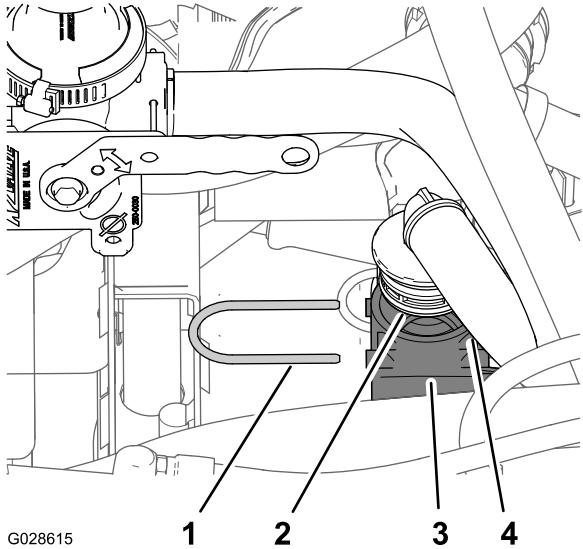

Figure 27
- Insérez le raccord cannelé à 90° du flexible de dérivation du mélangeur dans le raccord en T inférieur (Figure 27) que vous avez utilisé à l'opération 2 de Préparation au montage de la vanne de mélange (page 11).
- Fixez le raccord à 90° au raccord en T inférieur à l'aide du dispositif de retenue (Figure 27) que vous avez retiré à l'opération 2 de Préparation au montage de la vanne de mélange (page 11).